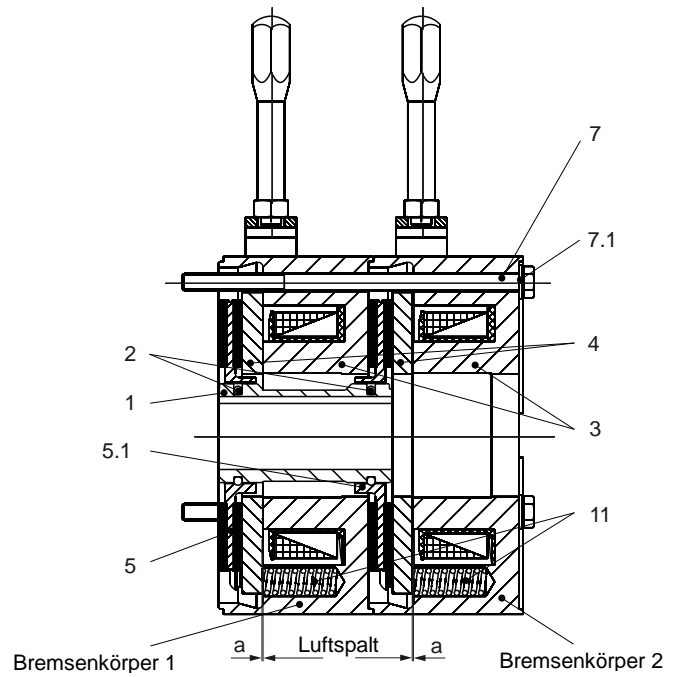

Bild 2
- Gegebenenfalls Flanschplatte (9) mit Hilfe der Zylinderschrauben (10) an Anbaufläche montieren (Anzugsmoment nach Tabelle 3 beachten).
- Nabe (1) mit O-Ringen (Pos. 2 / typenabhängig / **O-Ringe müssen leicht gefettet sein**) auf Welle montieren und in die richtige Position bringen (Traglänge der Passfeder über die gesamte Nabe) und axial sichern (z. B. mit einem Sicherungsring).
- Rotor 1 (5) von Hand mit leichtem Druck über beide O-Ringe (2 / typenabhängig) auf die Nabe (1) schieben (Rotorbund zeigt von Maschinenwand bzw. Flanschplatte weg). Auf Leichtgängigkeit der Verzahnung achten. Keine Beschädigung der O-Ringe.
- Bremsenkörper 1 über Nabe (1) und Rotorbund von Rotor 1 (5) schieben (Befestigungsbohrungen fluchtend zu Gewindebohrungen in Flanschplatte (9) bzw. Maschinenwand).
- Rotor 2 (5.1) von Hand mit leichtem Druck über einen O-Ring (2 / typenabhängig) auf die Nabe (1) schieben, so dass der Reibbelag von Rotor 2 (5.1) am Bremsenkörper 1 anliegt (Rotorbund zeigt zur Maschinenwand bzw. Flanschplatte). Auf Leichtgängigkeit der Verzahnung achten. Keine Beschädigung des O-Rings.
- Sechskantschrauben (7) in die Bohrungen in Bremsenkörper 2 stecken, danach mit Bremsenkörper 1 fügen (siehe Bild 2) und an Maschinenwand bzw. Flanschplatte anschrauben. Sechskantschrauben (7) mit **Drehmomentschlüssel und Anzugsmoment (nach Tabelle 3)** rundum gleichmäßig anziehen.